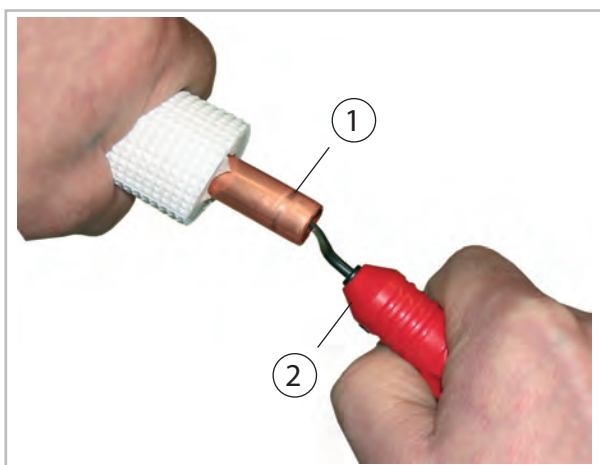

Abb. 11: Entgraten der Kältemittelleitung
9. ➤ Bearbeiten Sie die verlegten Kältemittelleitungen wie im Folgenden dargestellt (Abb. 11 und Abb. 12).